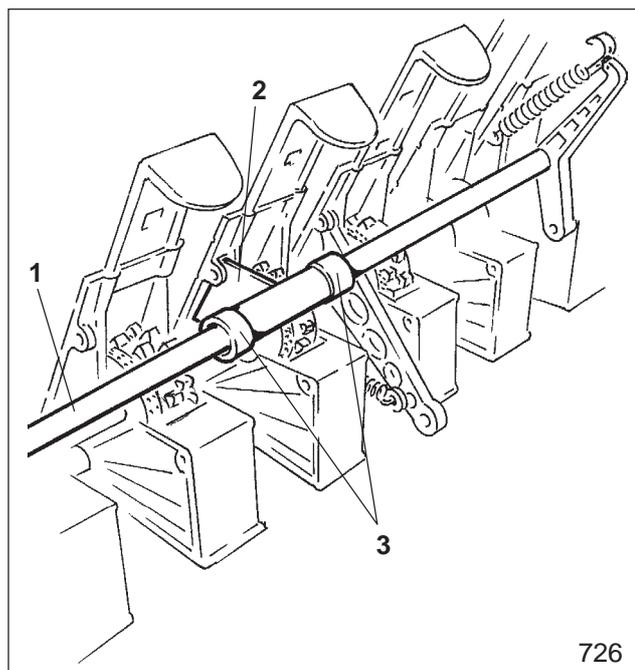

Fig. 18.29
- Vorgelegewelle (Fig. 18.29/1) hochklappen. Dabei ist eine Halterung (Fig. 18.29/2), die die Vorgelegewelle axial sichert, in die Aussparung eines Sägehäuses zu schieben. Halterung axial mit Stellringen (Fig. 18.29/3) sichern.